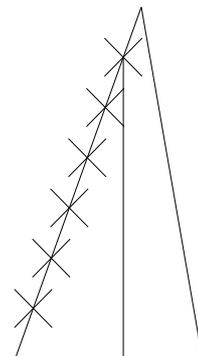

Рис. 1.5
- в ответ на запрос в командной строке «указать следующую точку» выполняем все действия, указанные в предыдущем пункте, только вместо пункта **NOD** выбираем в боковом меню пункт **PER** и далее курсором отмечаем точку N на стороне BC (рис. 1.5).